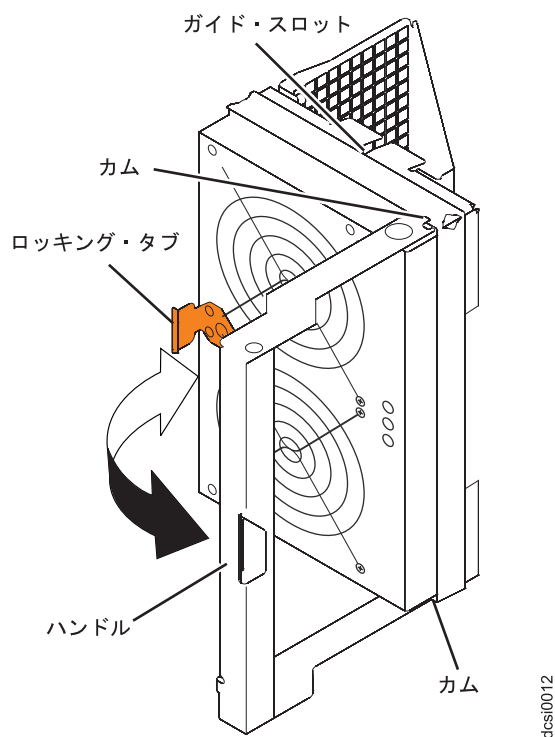

図 88. ファン・アセンブリーの取り外し
- a. ストレージ拡張エンクロージャーの背面で、ファン・アセンブリー・ハンドルを所定の位置に保持しているロッキング・タブを押して、ファン・アセンブリー・ハンドルを手前に引き、ファン・アセンブリーを取り外します (139 ページの図 88 を参照)。